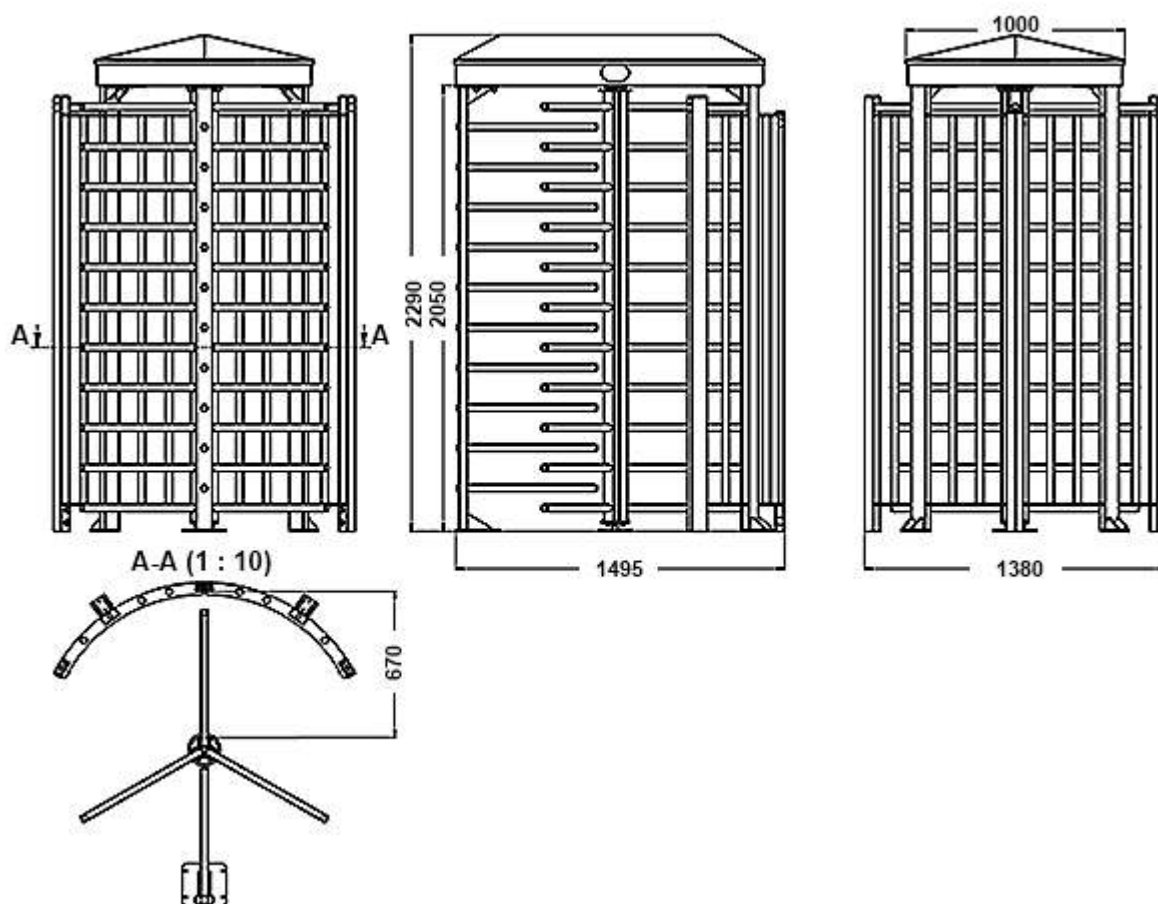

Рисунок 1 – Габаритные размеры турникета
3.3.4 Рисунок 1 – габаритные размеры турникета. Приложение Г – габаритные размеры модификаций с индексом Double pass.